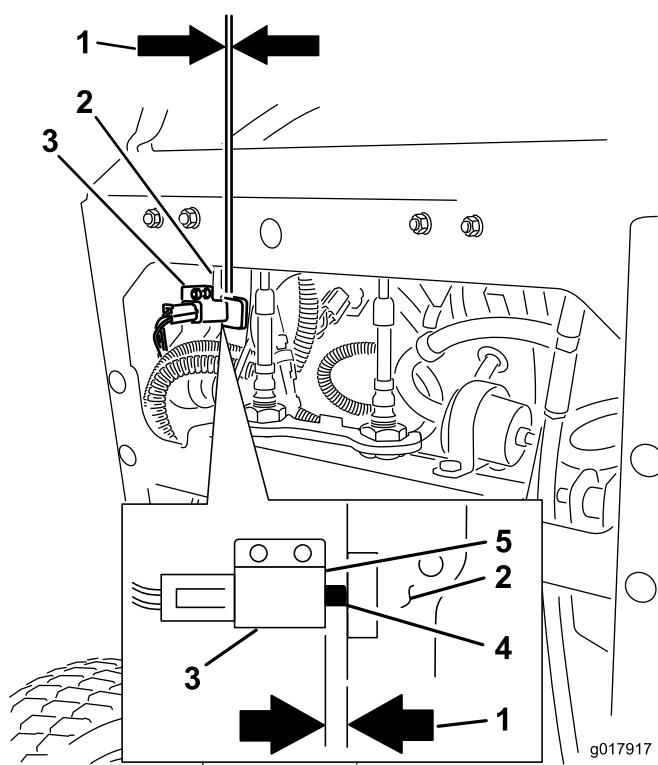

Figure 73
11. Une fois le frein réglé, vérifiez l'interrupteur du levier (Figure 73).
12. Vérifiez l'écartement entre le levier de frein et l'interrupteur, comme montré à la Figure 73.